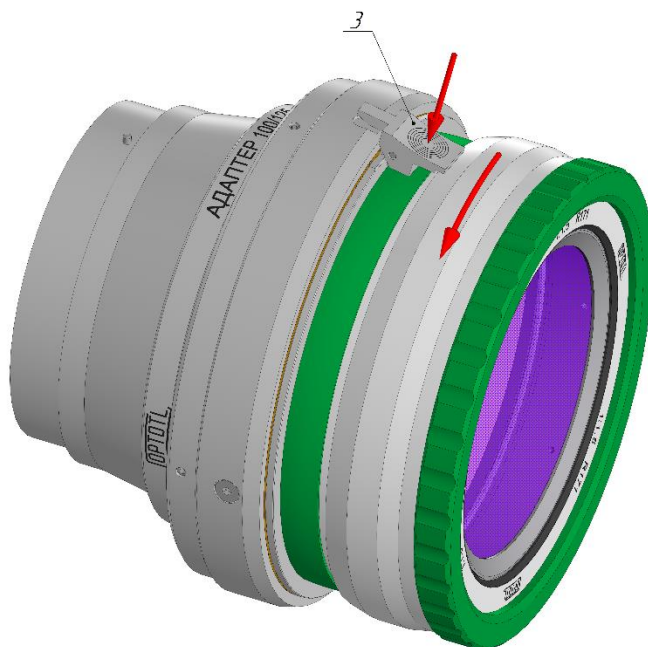

Рисунок 3. Разблокировка насадки
1. Нажатием на фиксатор 3 и его удерживанием производится разблокировка, объектив поворачивается против часовой стрелки до упора (рис. 3).